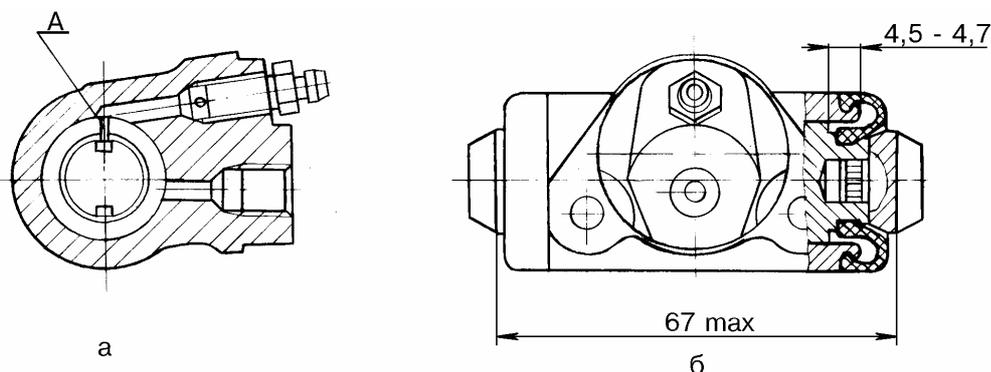

Рис. 30.
14.2.2.2 Установить на корпус цилиндра конусное кольцо 67.7823-9532/02 (прорезь А, рис. 30 а, на упорном кольце должна быть расположена как показано на рисунке, отклонение прорези от отверстия в корпусе допускается не более 30^0).